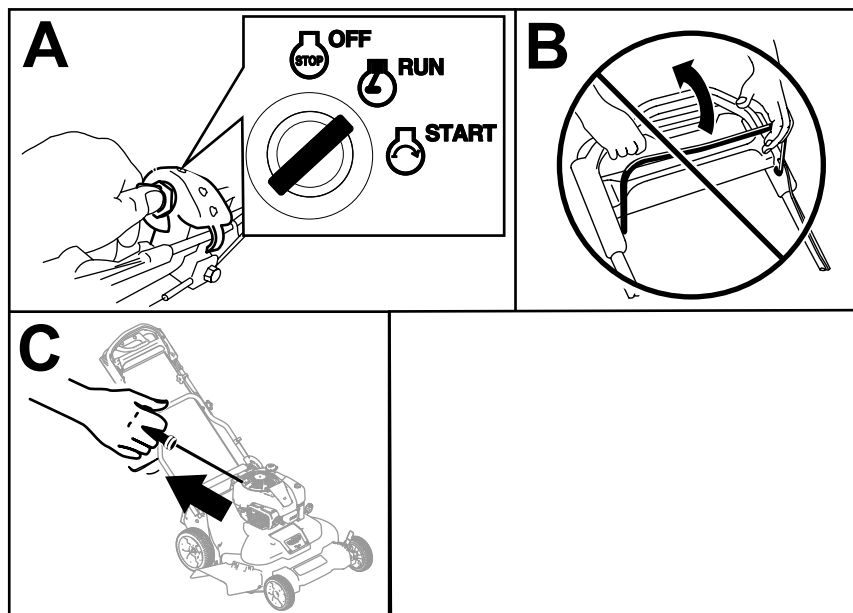

Рисунок 16
1. Поверните ключ зажигания в положение RUN (РАБОТА) (вид А на Рисунок 16).
Внимание: Не пытайтесь запускать двигатель с задействованной штангой управления ножом; в противном случае может перегореть плавкий предохранитель (вид В на Рисунок 16).
2. Медленно потяните за рукоятку механического стартера назад, пока не почувствуете сопротивление, после чего резко дерните за нее (вид С на Рисунок 16). Дождитесь полного втягивания троса в кожух двигателя.